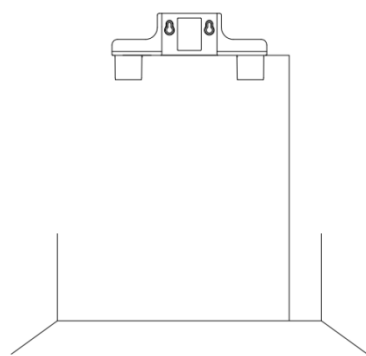

Figura 4
4. Instalați suportul de perete: Așezați suportul de perete într-o locație adecvată și apoi fixați suportul de perete pe perete cu șuruburi. După ce ați terminat de utilizat produsul, îl puteți așeza pe acest suport (Figura 4).